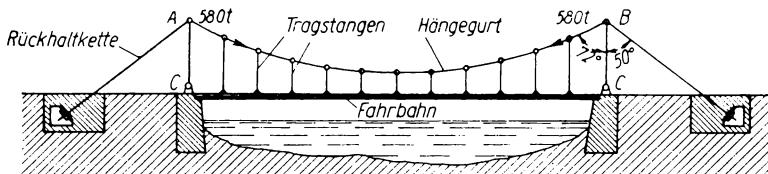

Bild 43
- 164.** Bei einer Hängebrücke ist die Fahrbahn an einem zwischen zwei Punkten A und B ausgespannten Hängegurt durch senkrechte Tragstangen aufgehängt (Bild 43). Die Brückenpfeiler sind als Pendelsäulen mit unterem Gelenkpunkte C ausgeführt. Der Hängegurt übt am Kopfe der Säulen eine Zugkraft 580 t unter